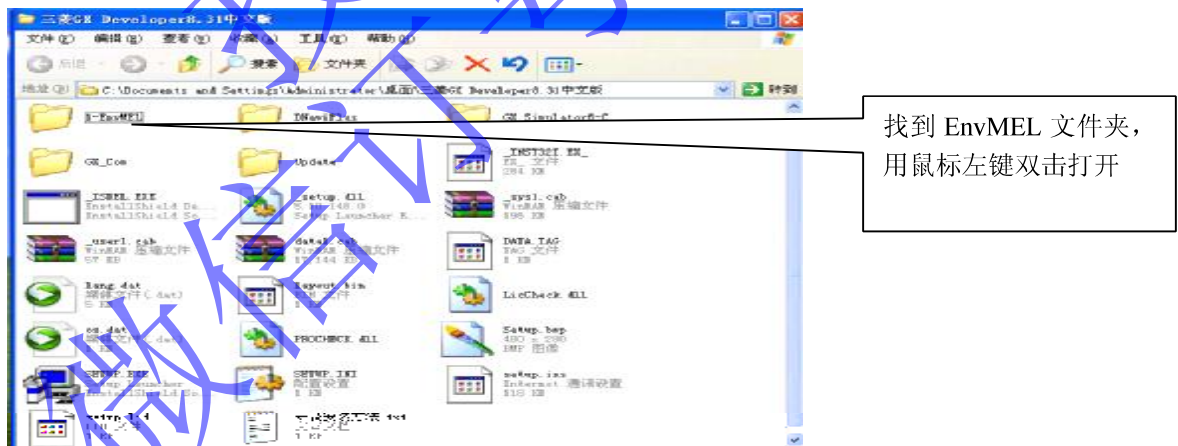

图3-9打开GX Developer8.31中文版后界面
*安装前请关闭其它程序找到三菱 GX Developer8.31 中文版，用鼠标左键双击进入，下图 3-9。